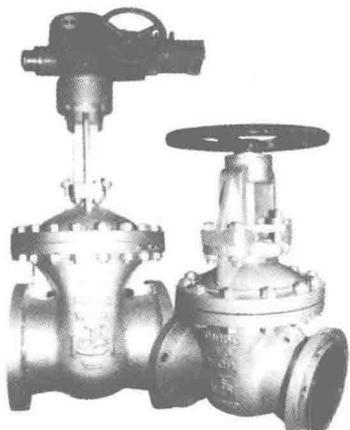

图 1-3 闸阀
(1) 闸阀 (见图 1-3) 闸阀是指启闭体 (阀板) 由阀杆带动阀座密封面作升降运动的阀门, 可接通或截断流体的通道。当阀门部分开启时, 在闸板背面产生涡流, 易引起